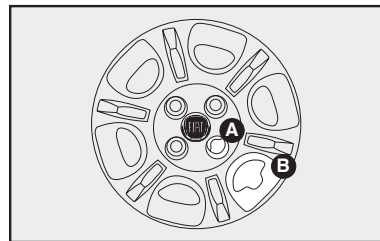

fig. 8
9) Coloque el embellecedor de la rueda haciendo coincidir el agujero **B**-fig. 8 con la válvula de inflado y de esa manera el agujero **A**-fig. 8 pase através del tornillo colocado anteriormente.